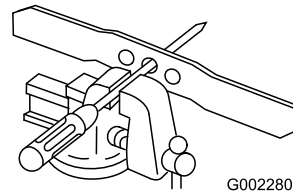

Figura 27
1. Verifique o equilíbrio da lâmina colocando o orifício central sobre um prego ou a haste de uma chave de fendas, presos na horizontal num torno (Figura 27).